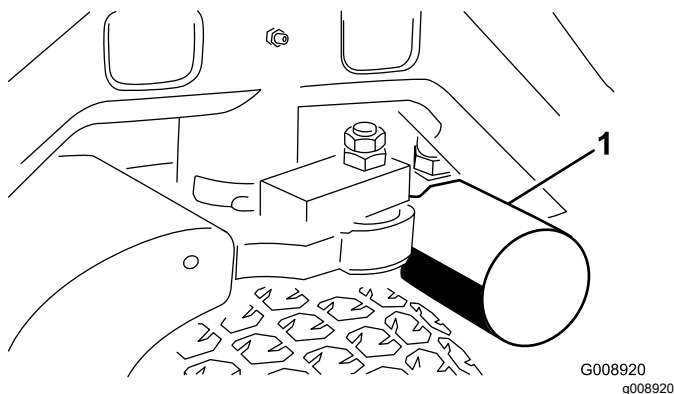
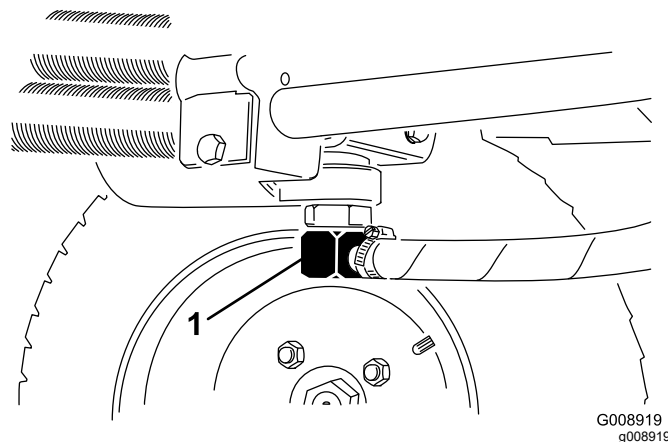

Figura 58
Figura 59
3. Pulite la superficie circostante il filtro. Collocate una bacinella di spurgo sotto il filtro (**Figura 58**), e togliete il filtro.
2. Scollegate il tubo idraulico (**Figura 59**) o togliete il filtro idraulico (**Figura 58**) e lasciate defluire il fluido idraulico in una bacinella. Quando il fluido idraulico cessa di defluire, montate il tubo idraulico.